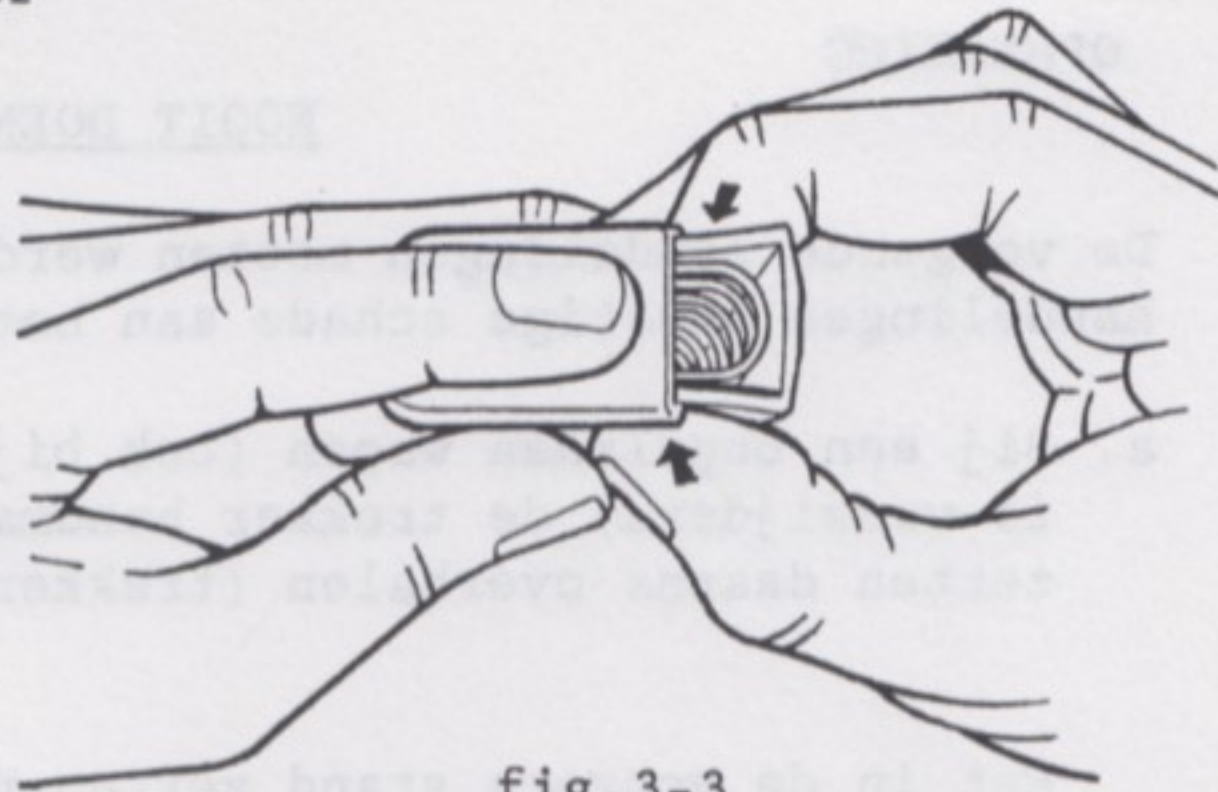

fig.3-3
- Schuif de patroonhouderbodem naar voren en verwijder de borgplaat en de bodem (fig.3-3)